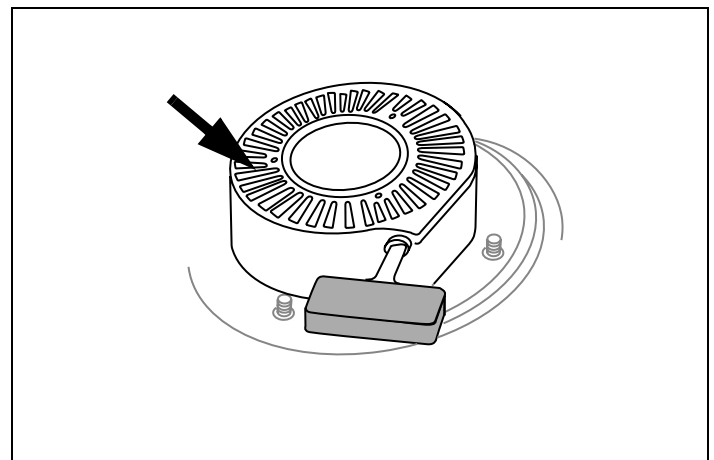

Abbildung 14. Seilzuganlasser
- Den Anlasserseilgriff anfassen. Siehe Abbildung 14.
3. Den Anlasserseilgriff anfassen. Siehe Abbildung 14.